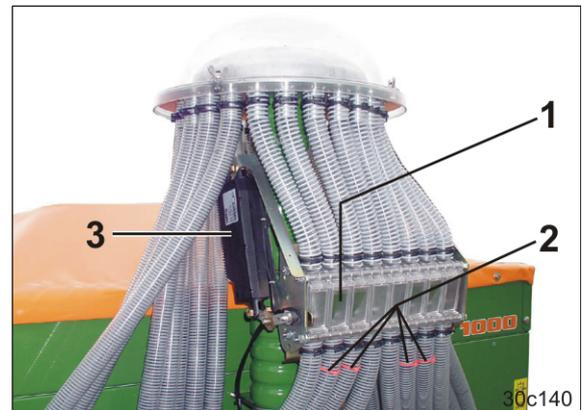

図 68
- ・ トラムラインフラップはフラップボックス (図 68/1) で、トラムラインコールタの種子用ライン (図 68/2) への種子供給を閉じます。電動モーター (図 68/3) がトラムラインフラップを作動させます。
フラップボックスのアクティブなフラップがマークされています。種子用ラインパイプの赤いケーブルタイ (図 68/2) は、アクティブなトラムラインフラップをマークしています。